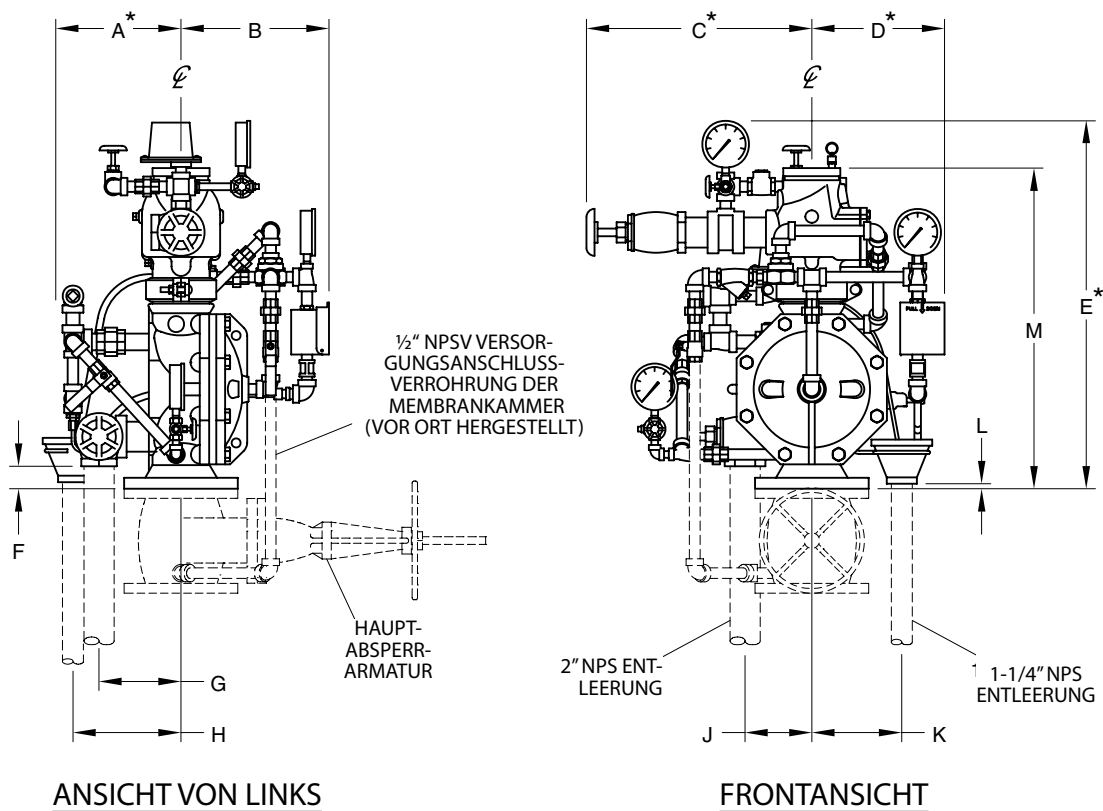

ABBILDUNG 3
Bei der überwachten, einfach verriegelten, vorgesteuerten Anlage mit elektrischer Anregerverrohrung wird die elektrische Auslösung des DV-5 Ventils durch ein Erkennungssystem, bestehend aus elektrischen Geräten, wie wärmeempfindlichen Thermostaten, Rauchmeldern und/oder elektrischen Handauslösungen, angeregt. Informationen zu den verschiedenen Typen der separat zu bestellenden Magnetventile, die mit dieser Verrohrung verwendet werden können, finden sich im technischen Datenblatt TFP2180. Die nominalen Installationsmaße für die vorgesteuerte, überwachte, einfach verriegelte Anlage mit elektrischer Anregerverrohrung sind in Abb. 3 abgebildet.
Schritt 7: Regelventil der Membrankammerversorgung zur Einstellung des DV-5 Ventils (Abb. 3) an die Einlassseite der Anlagenhauptabsperarmatur anschließen.